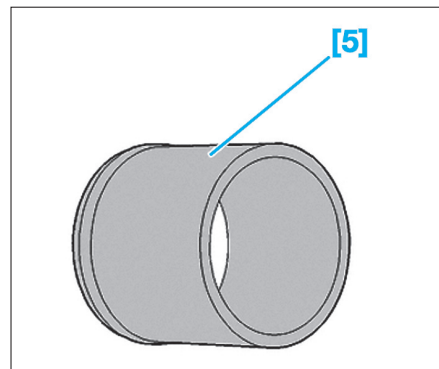

Fig. 51
- [5]. Tas de montage du bouchon de moyeu (réf : 5709-T.F2) (Fig.51).